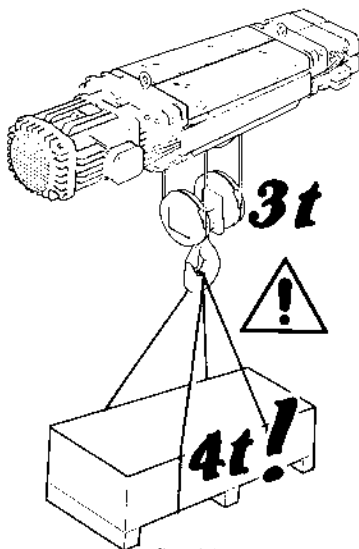

fig. 104
- Charges avec poids supérieur à la capacité nominale du palan (fig. 104).